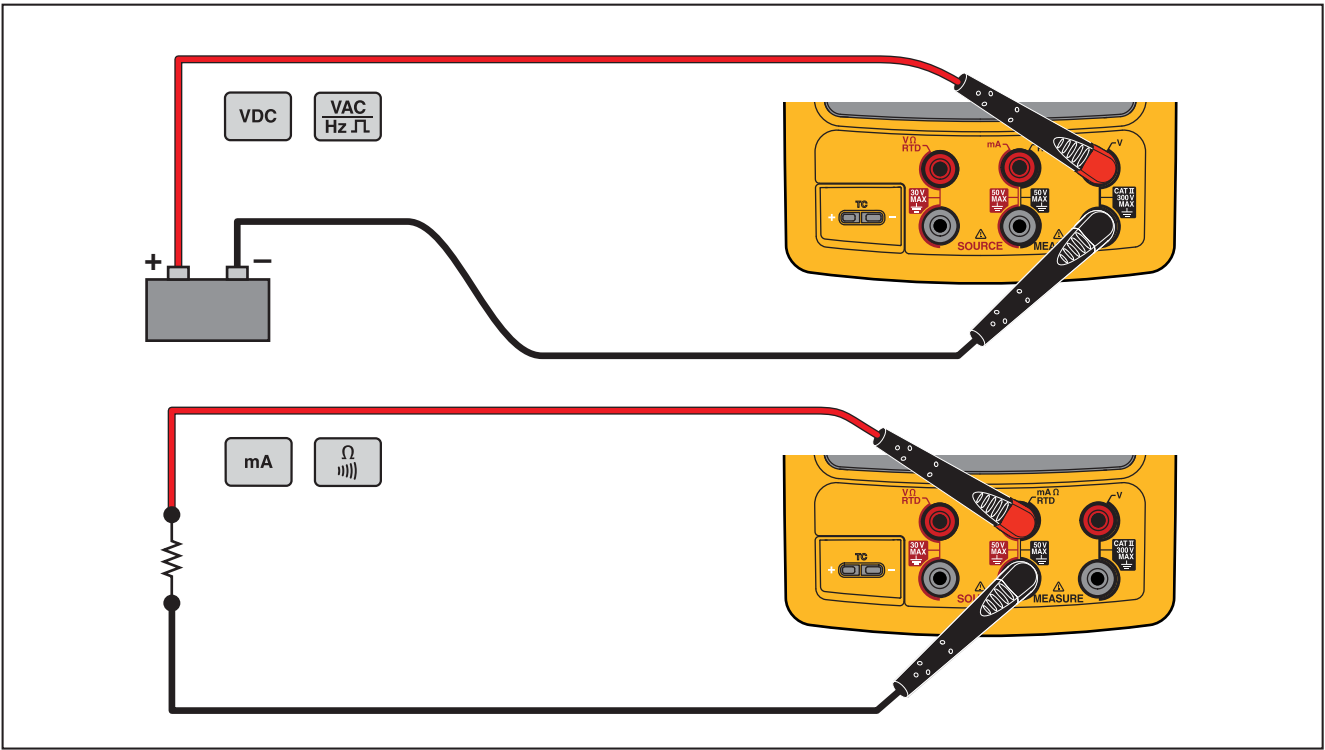

Figure 12. Connexions pour mesures électriques
Lorsque l'appareil est branché, il est défini sur la fonction Mesure de tension DC. La Figure 12 représente les connexions pour mesures électriques. Pour sélectionner une fonction de mesure électrique en mode SOURCE ou MEASURE/SOURCE, appuyez d'abord sur le bouton  pour le mode MEASURE :
2. Connectez les cordons de mesure pour la fonction de mesure, comme l'illustre la Figure 12.
4. Branchez l'appareil au circuit contrôlé. Voir la Figure 12.